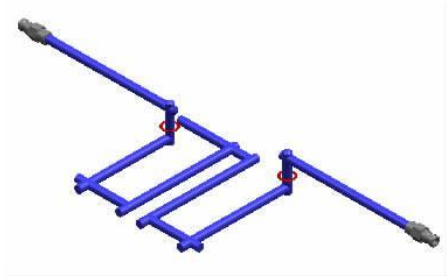

图5-119
19. 选择所有冷却水道、防水圈和水嘴，如图 5-119 所示，在【装配】工具条中单击【镜像装配】按钮，弹出【镜像装配向导】对话框。单击【创建基准平面】、【XC-ZC】和 按钮，然后单击4次 和 按钮创建镜像冷却水道，如图 5-120 所示。